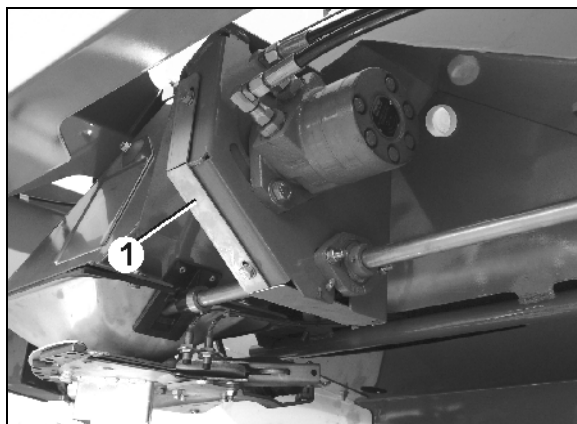

Bild 82
1. Demontera skyddslocket (Bild 82/1) för drivkedjan.